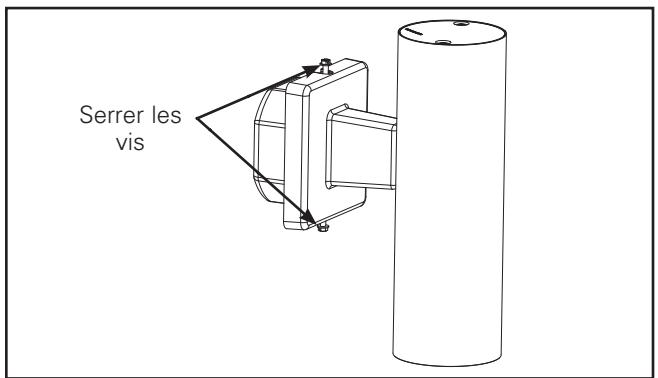

Figure 3
4. Montez l'ensemble du boîtier du cylindre au mur en serrant la vis du haut et la vis du bas de la base en utilisant un couple de 17 po/lb pour fixer la plaque de montage (Figure 3).